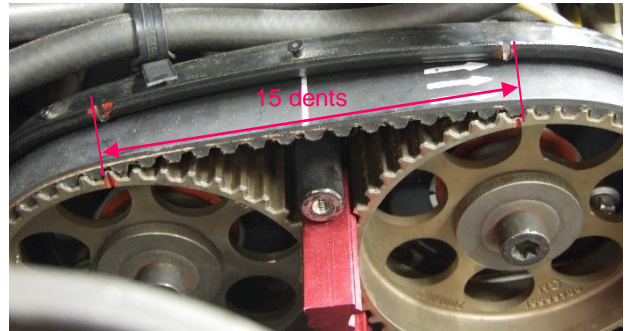

Figure 13
- Passer le galet central, puis les poulies d'AAC n°1 et 2. Contrôler qu'il y a bien 15 dents de courroie entre les deux repères d'AAC, Figure 13.